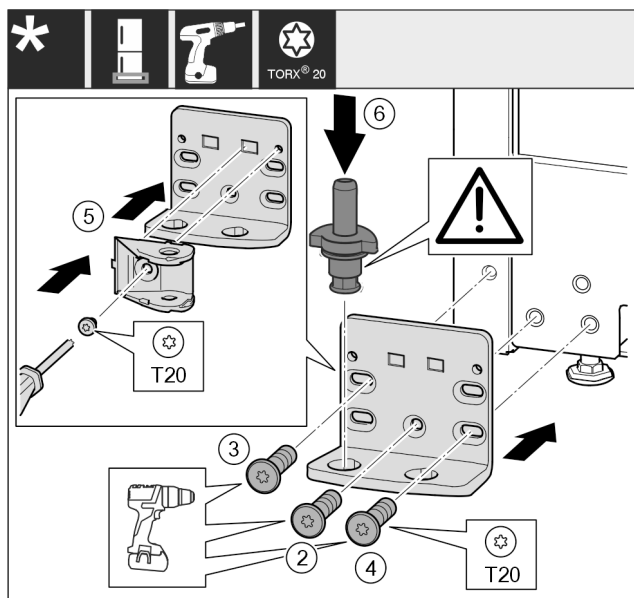

Fig. 49 *
- Placer le support de palier de l'autre côté et le visser avec un tournevis. Commencer par la vis Fig. 49 (2) en bas au milieu.*
- Serrer la vis Fig. 49 (3) et la vis Fig. 49 (4).*
- Tourner la liaison de l'amortisseur de fermeture Fig. 49 (5) de 180°. Le visser de l'autre côté du support de palier avec un tournevis.*
- Insérer complètement l'axe de palier Fig. 49 (6). Veiller à ce que l'ergot soit orienté vers l'arrière.*